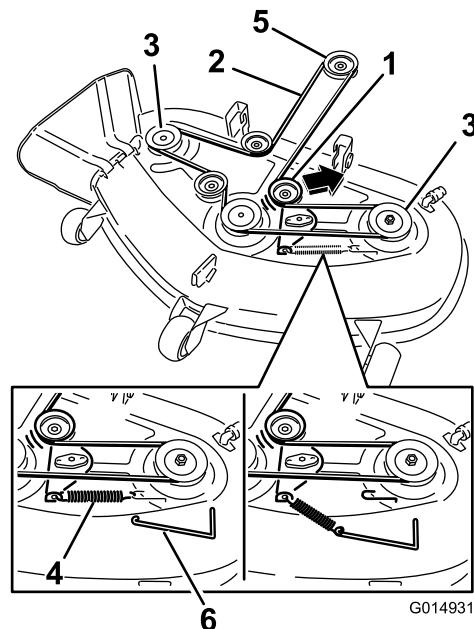

Figura 63
5. Usando una herramienta para la retirada de muelles (Pieza Toro N° 92-5771), retire el muelle tensor del gancho de la carcasa para eliminar la tensión de la polea tensora, y retire la correa de las poleas (**Figura 63**).
6. Pase la correa nueva alrededor de las poleas del motor y del cortacésped (Figura 63).
7. Usando una herramienta para la retirada de muelles, instale el muelle tensor sobre el gancho de la carcasa y tense la polea tensora y la correa del cortacésped (Figura 63).